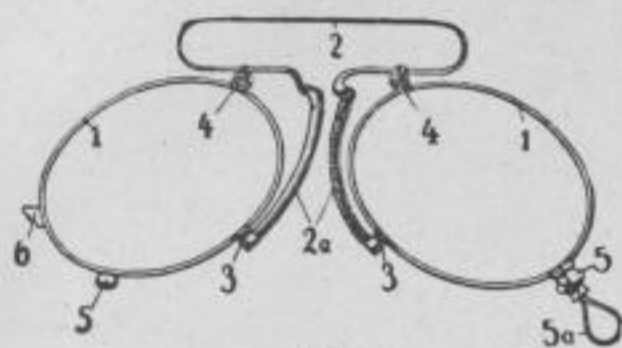
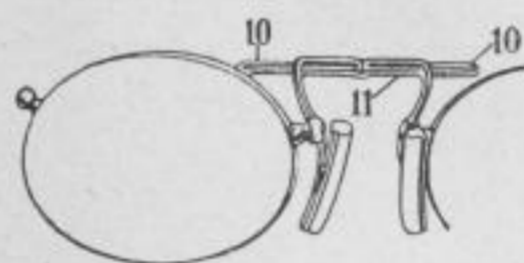
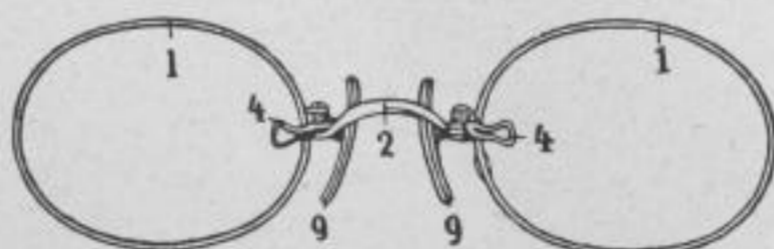
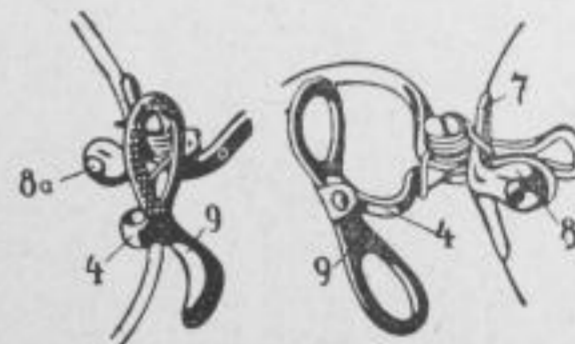

Abb. 8
Abb. 11
Abb. 14
Abb. 15
Die Verbindung zwischen den beiden Einfassungen bildet entweder die Feder (2 in Abb. 8, 9, 10) oder der Balken (10 in Abb. 11, 12, 13) oder der Steg (2 in Abb. 14).
a) lotrechte Federn (2 in Abb. 8, 9, 10);
Die langen Federn (2 in Abb. 8) werden meist am oberen Teil der Einfassung noch durch die Führung (4 in Abb. 8) geleitet, die durch die Führungsschraube festgehalten wird.
Die langen Klemmerfedern gehen meistens in ihren der Nase anliegenden Teilen in die Halter (2 a in Abb. 8) über.
Balkenklemmer (Abb. 11, 12, 13) nennen wir die Klemmer, bei denen eine Wurmfeder (11) meist um oder zwischen zwei oder drei aufeinander oder nebeneinander gleitenden Balken (10 Abb. 11, 12, 13) gelagert ist, die die Halter der Nase nasenwärts drücken. Die Bezeichnung der übrigen Teile ist wie bei allen Klemmern.
Fingerklemmer (Abb. 14) sind Klemmer mit festen Stegen, in Sattelweiten, Sattelhöhen und Sattelkröpfungen verschieden (2), deren Halter (9) an Hebeln (4, rechte Hälfte Abb. 15) befestigt oder mit den Hebeln aus einem Stück gefertigt sind (4, 9, linke Hälfte, in Abb. 15). Die ersteren